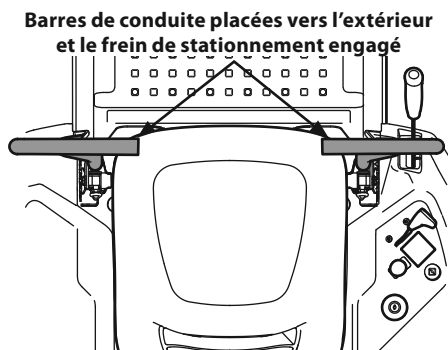

Figure 23
1. Asseyez-vous et assurez-vous que les deux barres de conduite sont poussées à fond vers l'extérieur pour engager le frein de stationnement. Voir Figure 23. Veuillez consulter la section Première utilisation pour des instructions détaillées.